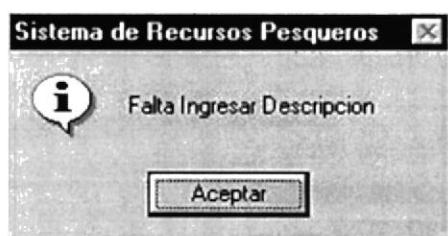

Figura 9.94 Mensaje Ingresar descripción
3. Si se ha realizado un ingreso o una modificación y no escribió la descripción del material aparecerá el siguiente mensaje (ver figura 9.94).